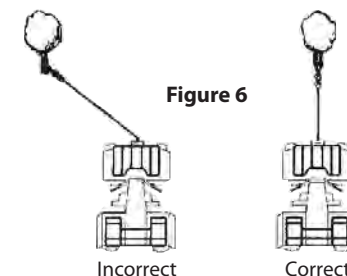

Figure 6
13. ÉVITEZ DES TRACTIONNEMENTS DE LONGUE DURÉE SOUS DES ANGLES EXTRÊMES, ce qui pourrait provoquer l'accumulation du câble sur un seul côté du tambour (figure 6). Ceci pourrait coincer le câble sur le treuil et endommager l'un ou l'autre.